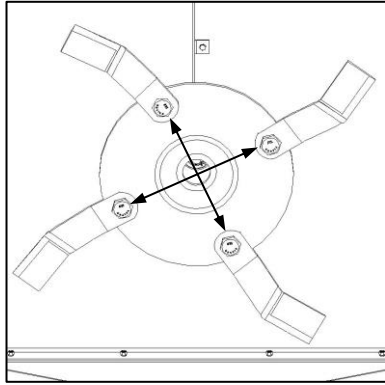

Fig. 9
- ✔ Weigh blades before installation. Blades of nearest equivalent masses should be installed in opposing positions on the same cutting gear assembly to maintain balance (Fig. 9 / 10).
- ✔ Weeg lemme voor hulle aangebring word. Lemme met die naaste eenderse massas moet teenoor mekaar op dieselfde snymeganismemontering aangebring word om balans te handhaaf (Fig. 9 / 10).